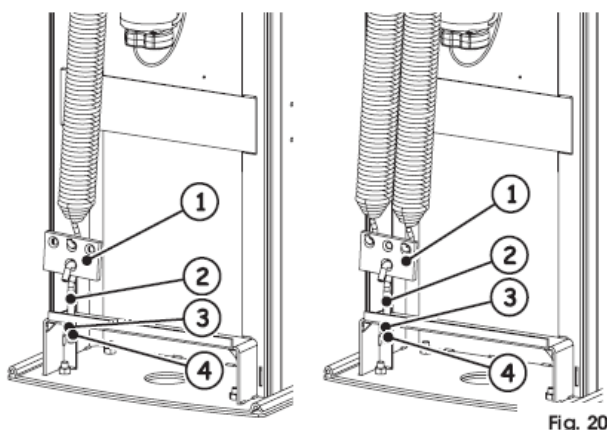

Fig. 20
- Positionner l'autre support ainsi que le tirant correspondant à l'autre extrémité du ressort, fig. 20 réf. 1 et 2 et fixer le tout dans le trou présent sur le montant. Positionner l'écrou de fixation, fig. 20 réf. 3.
- Visser l'écrou, fig. 20 réf. 3, jusqu'à la récupération complète des jeux du ressort.
- En agissant sur l'écrou inférieur, Fig. 20 réf. 3, commencer à tendre le ressort.
- Après le réglage du ressort, bloquer la position du tirant en serrant le contre-écrou fig. 20 réf. 4.